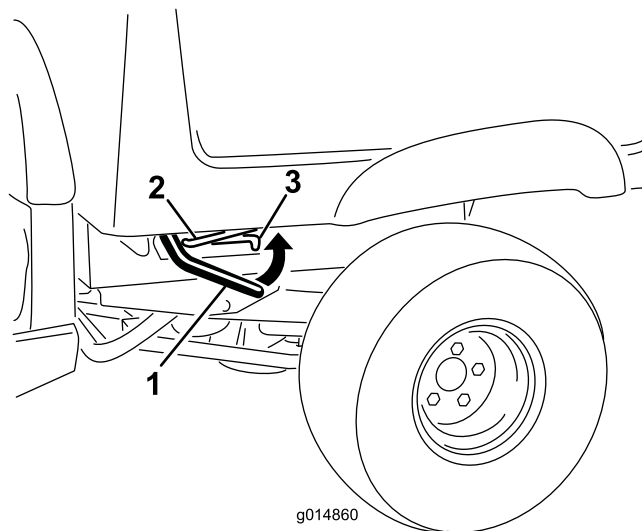

Рисунок 14
1. Поднимите рычаг с любой стороны кузова и поднимите кузов вверх (Рисунок 14).
- Немного приподнимите грузовой кузов, нажав вверх на рычаг защелки (Рисунок 14).